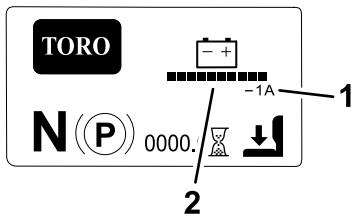

Figura 19
- **Schermata delle informazioni principali** (Figura 19): mostra le informazioni correnti sulla macchina